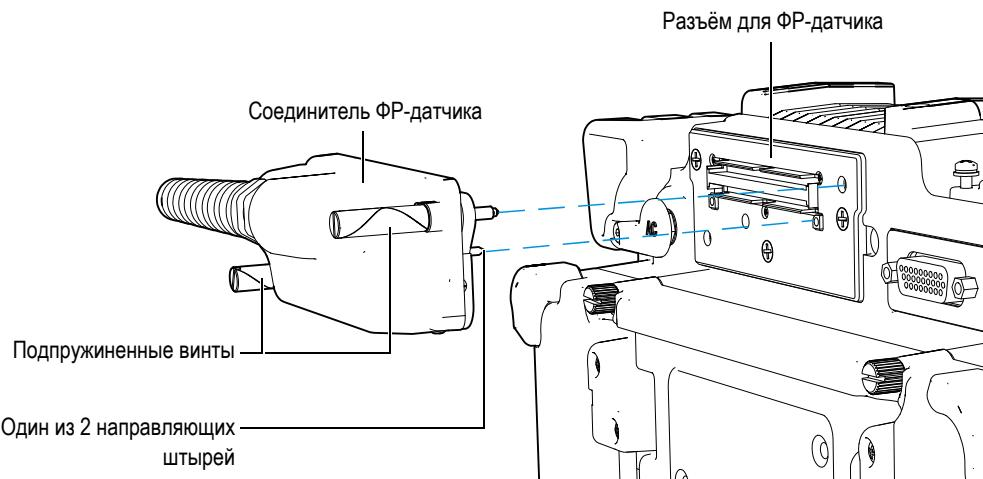

Рис. 1-8 Разъём ФР-датчика
Модели EPOCH™ 1000iR и EPOCH 1000i оснащены разъёмом для подключения преобразователя с фазированной решёткой. Разъём находится на задней панели прибора (см. Рис. 1-8 на стр. 30).
На соединителе ФР-датчика находятся 2 направляющих штыря, которые обеспечивают надёжное крепление датчика (см. Рис. 1-8 на стр. 30). Два подпружиненных винта удерживают ФР-датчик в разъёме. Необходимо их затянуть перед использованием датчика.
1. Приложите направляющие штыри к соответствующим гнёздам на разъёме (см. Рис. 1-8 на стр. 30).